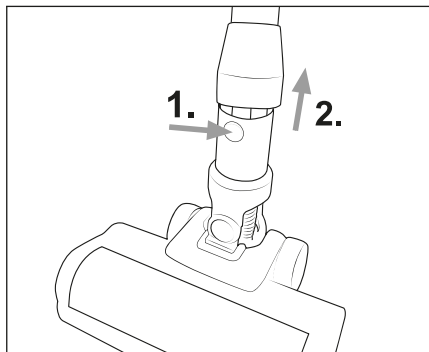

Fig. 9
- ♦ For at fjerne gulvbørsten 20 fra sugerøret 23, skal du trykke på oplåsningsknappen til gulvbørsten 21 og holde den nede og tage sugerøret 23 ud af gulvbørsten 20 (se fig. 9).